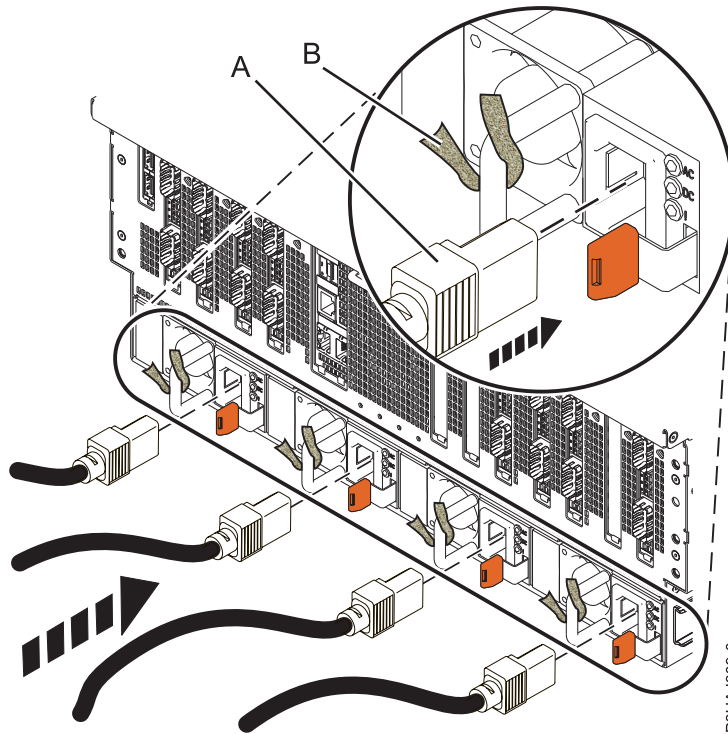

Figure 22. Branchement des cordons d'alimentation et fixation des câbles à l'aide d'attaches
- a. Branchez les cordons d'alimentation sur les blocs d'alimentation (A). Voir figure 22, à la page 30.
- c. Fixez le cordon d'alimentation et les câbles à l'aide des attache-câble ou des attaches velcro (B), comme illustré à la figure 22, à la page 30.